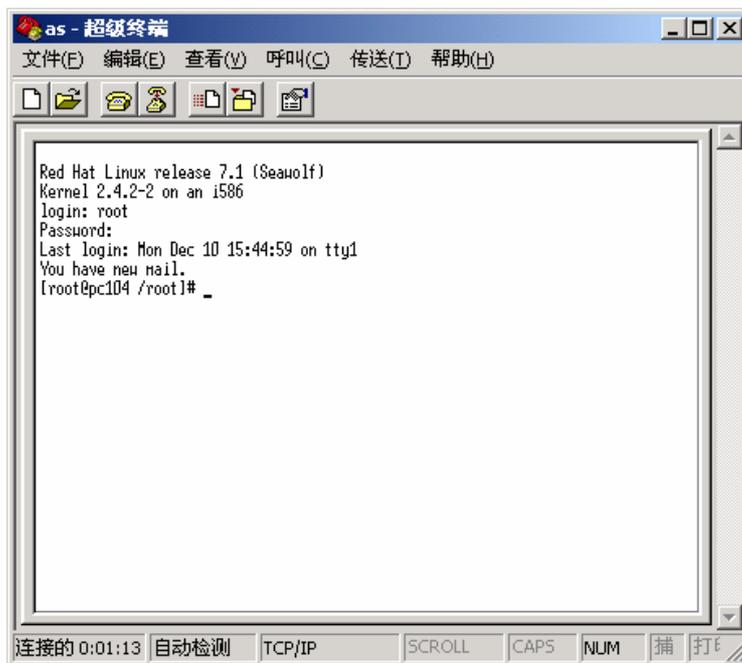

图 5-4 设置监测分站 IP 地址
(5) 键入回车，这样显示框中会出现提示，在用户名处输入用户名：**root**，并输入密码：**rootit**；这样就可以登录到监测分站的 **LINUX** 操作系统了（如图 5-4 所示）。